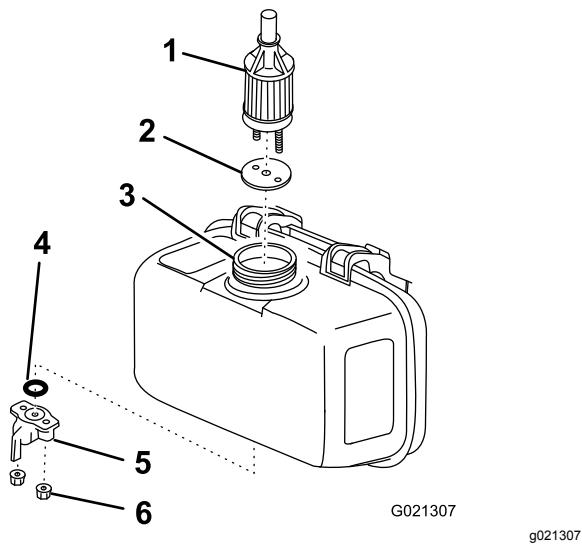

Figura 26
5. Allentate i dadi sotto la leva di intercettazione del carburante (Figura 26).